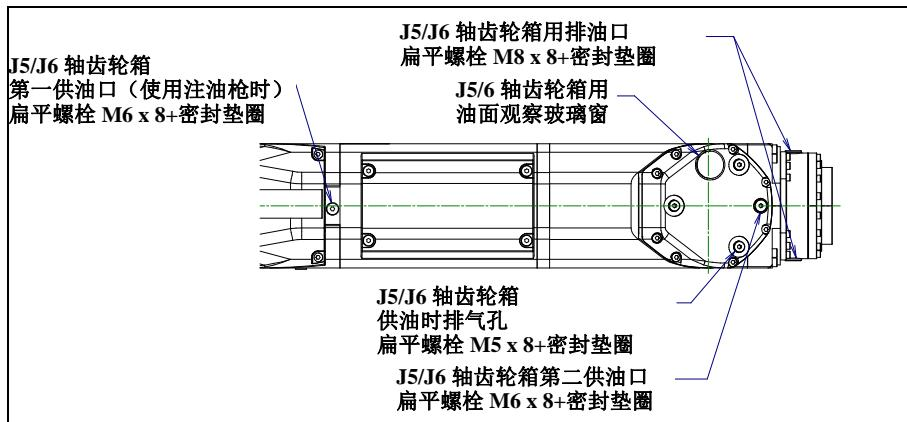

图 7.3.2.4 (a) 供油口和排油口
- 3 在排油口下设置油盘。把第一供油口和排油口的扁平螺栓和密封螺栓取下。(参照图 7.3.2.4 (a)) (此时, 为了防油的溢出到周围, 首先取下排油口的螺栓。)